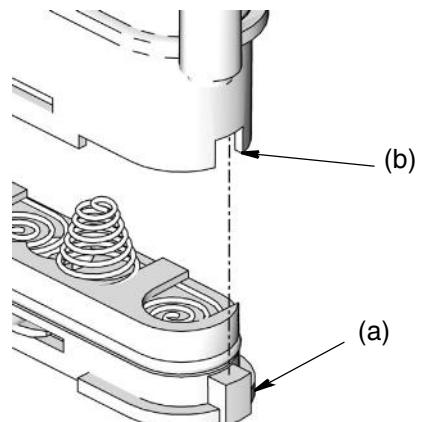

Рис. 38
- Установите крышку на место. Крышку можно установить на секцию батареи только в одном положении. Ключ (a) на крышке попадает в выемку (b) на секции. (Рис. 38).